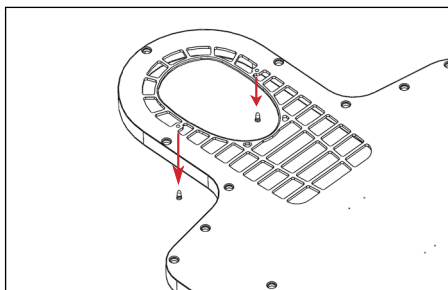

Fig. 1
1. Ta bort stiften från nuvarande plats genom att skruva loss dem i riktning moturs (fig. 1)